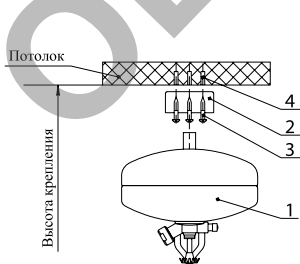

Рисунок 3 —
9.1 Размещение модуля на потолке (рисунок 3)